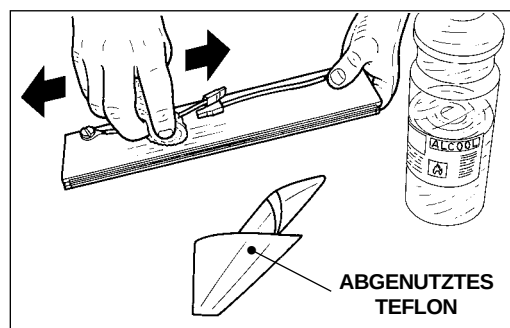

Abb. 3
- 4) Ziehen Sie den Schweißsack hoch (**B** - Abb. 3).
- 3) Reinigen Sie die Schweißleiste mit Alkohol (Abb. 3).